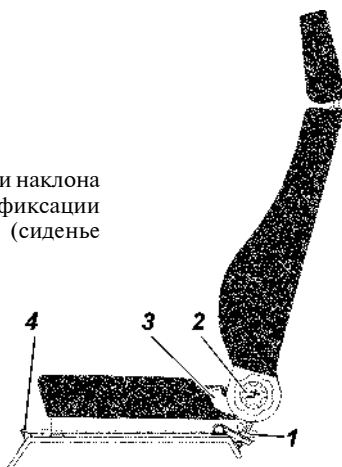

Рис. 3.7. Переднее сиденье:
Регулировка наклона спинки переднего сиденья осуществляется вращением ручки 2 (рис. 3.7).
-отверните гайку-барашек 1 (рис. 3.7) и опрокиньте сиденье вперед;